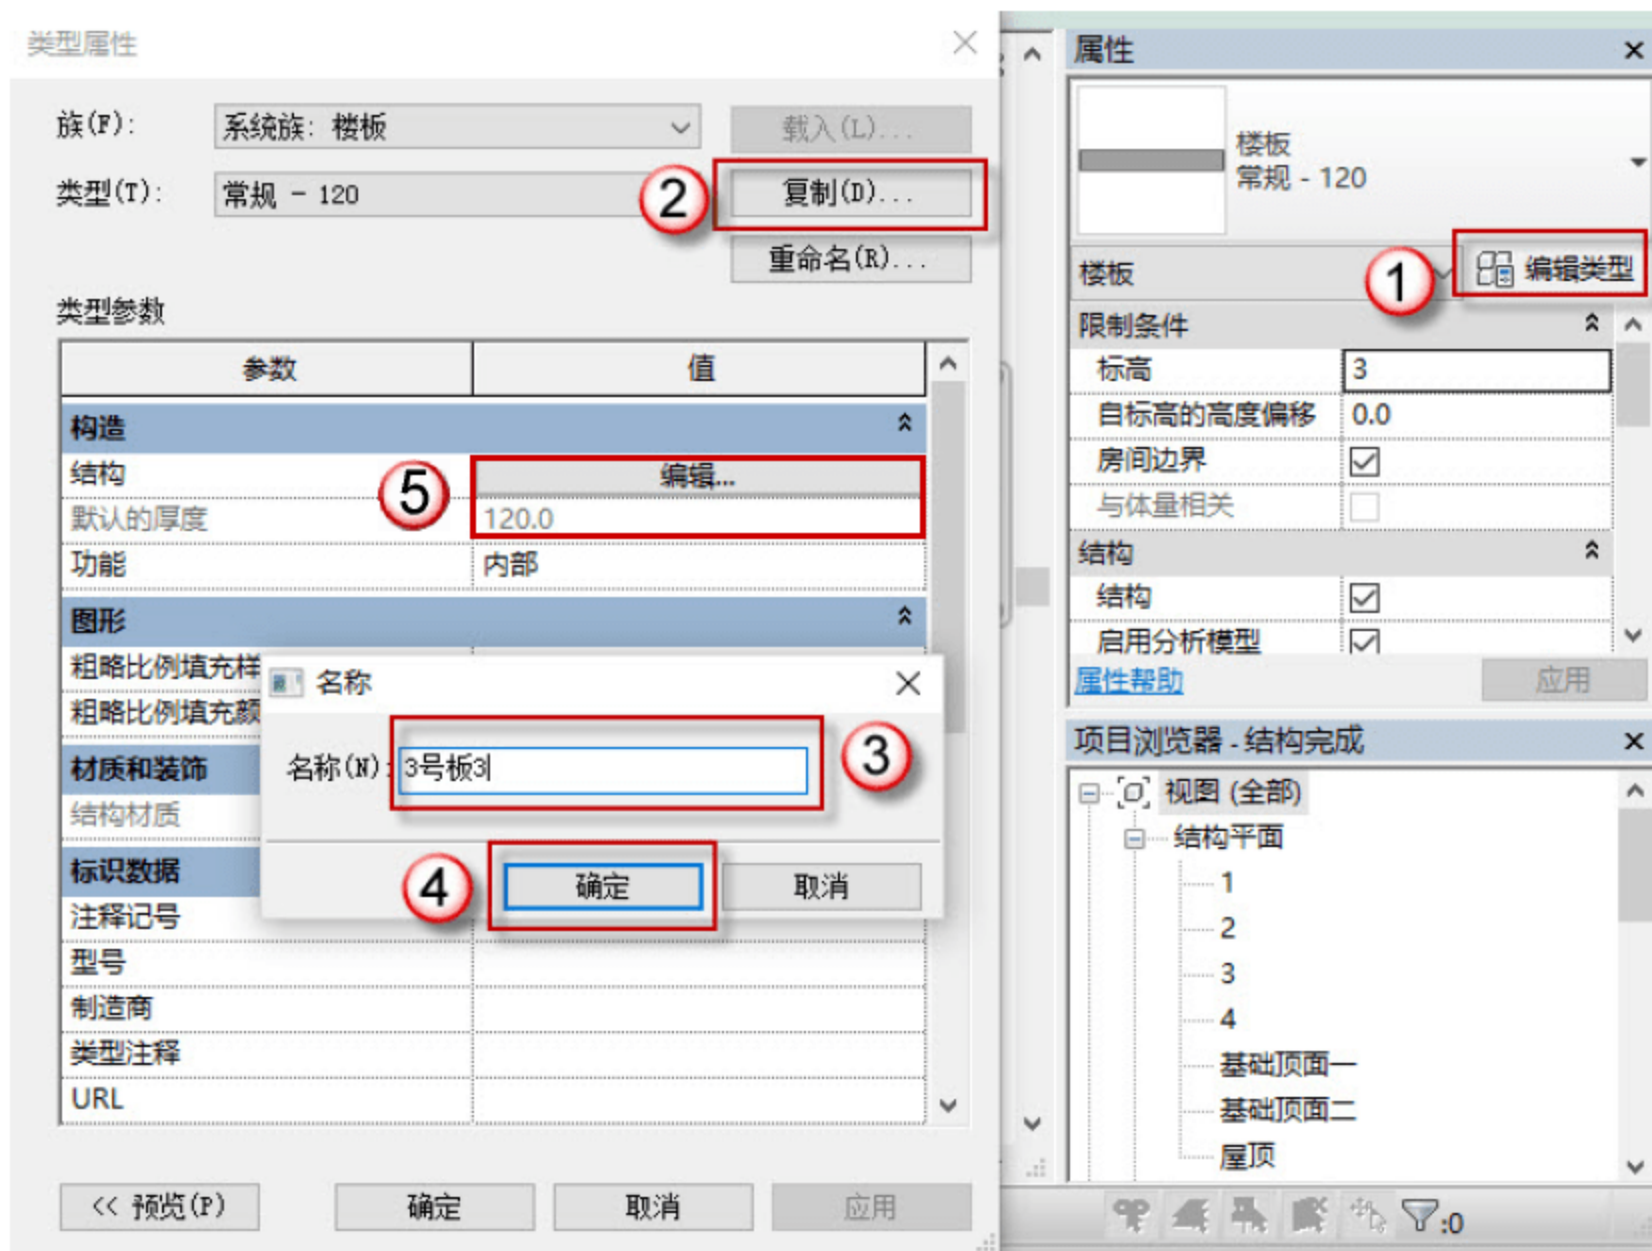

图 4.4.24 修改 3 号板
(4) 修改 3 号板，选中 3 号板，单击“编辑类型”按钮，在弹出的对话框中，单击“复制”按钮，在弹出的对话框中命名为“3 号板 3”，单击“确定”按钮。单击“编辑”按钮，修改板厚为 120，如图 4.4.24 所示。